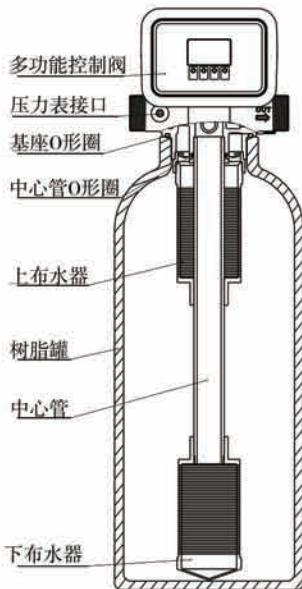

图1-1
- b、按图1-1所示，把中心管与下布水器先用胶固化联接，然后放入罐体底部，将超过罐口部分的中心管截断并外部倒角。